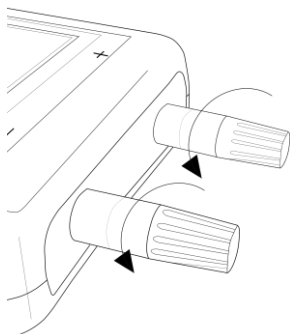

Рисунок 7.3
1. Раскрутите клеммы «+» и «-» до упора, не прилагая чрезмерного усилия, в направлениях, показанных на рис. 7.3.